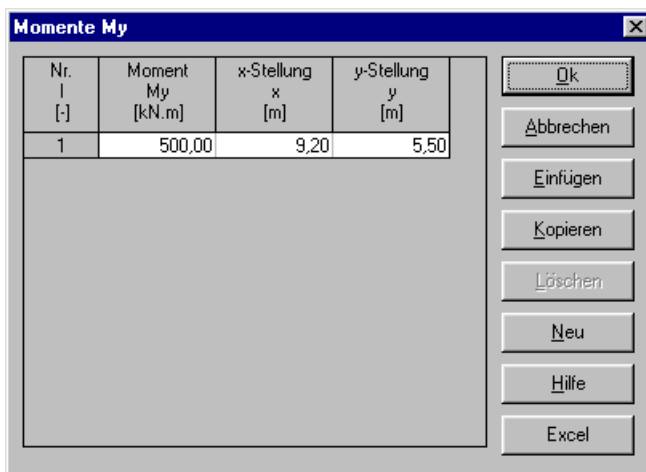

Bild 1-31 Listenfeld "Momente M_y "
- Geben Sie die einwirkenden Momente M_y [kN·m] mit der Stellung (x , y) im Koordinatensystem im Listenfeld von Bild 1-31 ein (durch Schreiben des Wertes in der entsprechenden Zelle und Drücken der "Eingabe"-Taste). Die Koordinaten für die Momenteingabe M_y beziehen sich aber immer auf die linke untere Ecke des zugehörigen Fundaments (lokale Koordinaten)